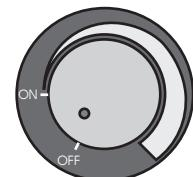

Fig.4
- H) Interruttore (fig.4)
- H) Switch (fig. 4)